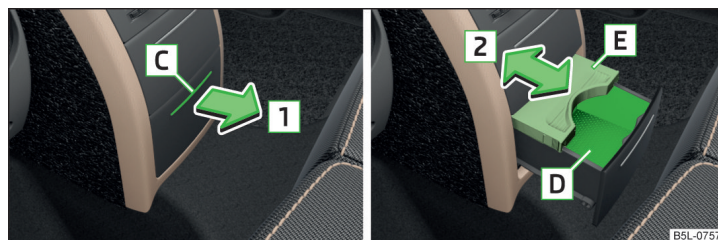

Fig. 77 Suportul pentru băuturi în consola centrală din spate: deschiderea / adaptarea dimensiunii
- Pentru **deschidere**, apăsați suportul în zona **C** » fig. 77. Suportul iese afară.
- Înainte de rabatarea în față a scaunului din centru spate, suportul **[D]** » fig. 77 trebuie să fie închis - în caz contrar există pericol de deteriorare.